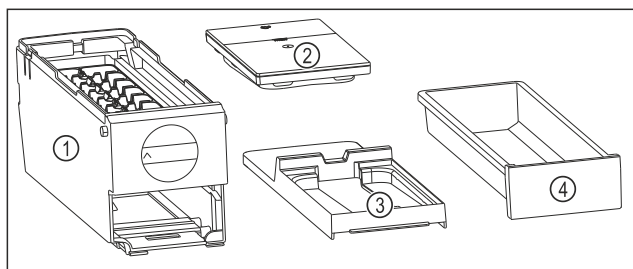

Fig. 84 Sestavni deli modula EasyTwist-Ice
- ▷ Modul EasyTwist-Ice je razstavljen na štiri dele. (glejte Fig. 84)
- ▶ Modul EasyTwist-Ice razstavite le na prikazane sestavne dele. (glejte Fig. 84)
- ▶ Glavni del EasyTwist-Ice Fig. 84 (1) očistite kot celoto.